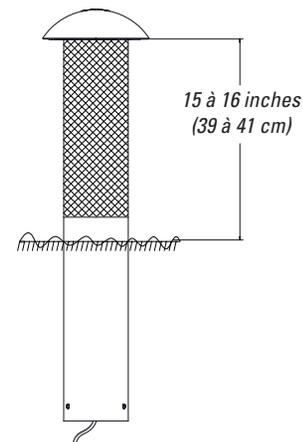

Figure 13
3. Insérez l'enceinte L42XC dans le trou. Réglez le niveau du gravier au besoin afin d'obtenir la hauteur désirée de l'enceinte au-dessus du niveau de la surface. Le bas du capot d'éclairage doit être environ à 39-42 cm (15,5 - 16,5 pouces) au-dessus du sol comme représenté dans la figure 13.